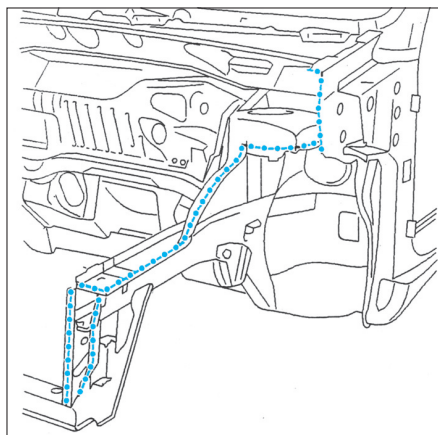

FIG. 8
- Préparer les bords d'accostage et les protéger par un apprêt soudable (Fig.8).